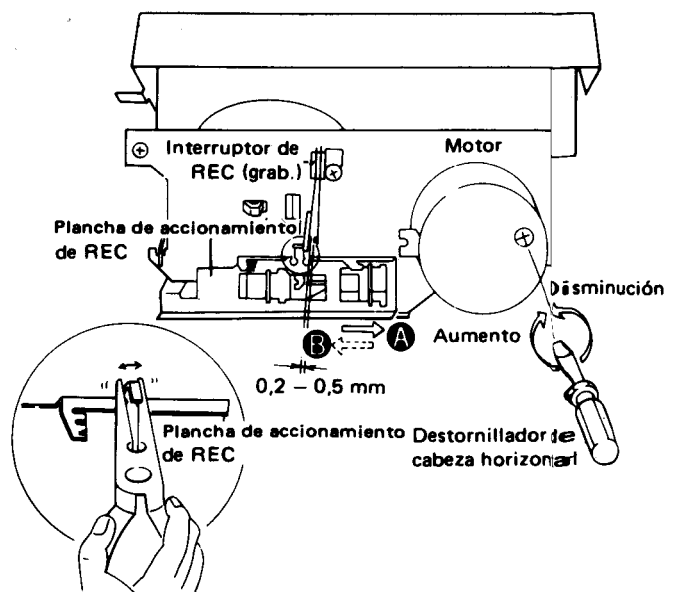

Fig. 11-2 Ajuste de la velocidad de la cinta y el interruptor de grabación (REC)
2. Reproducir la parte de 3kHz de la cinta de prueba STD-301. Al principio, la frecuencia deberá estar entre 3000Hz~3010Hz, y podrá ajustarse girando el resistor semifijo ubicado en el orificio de ajuste del motor, como se muestra en la Fig. 11-2.